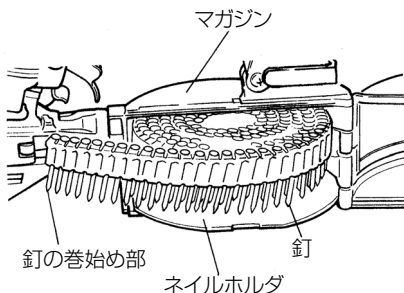

図 8
- 釘をマガジン内に入れます。(図 8)
- マガジンから、釘の巻始め部を引き出します。(図 8)